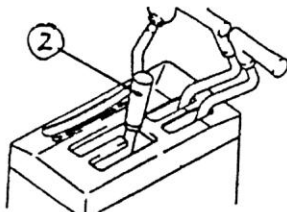

Рис. 1-8.
2) Рычаг переключения передач (2) (Рис. 1-8)